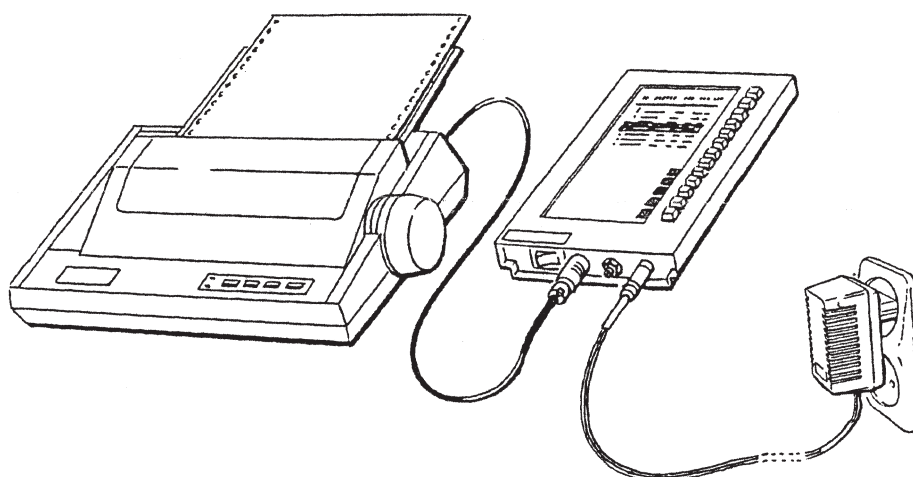

Figure 81. Une imprimante connectée au CDS
2. Connecter directement une imprimante au CDS et sélectionner **Imprimer** dans le Menu principal, voir figure 81.